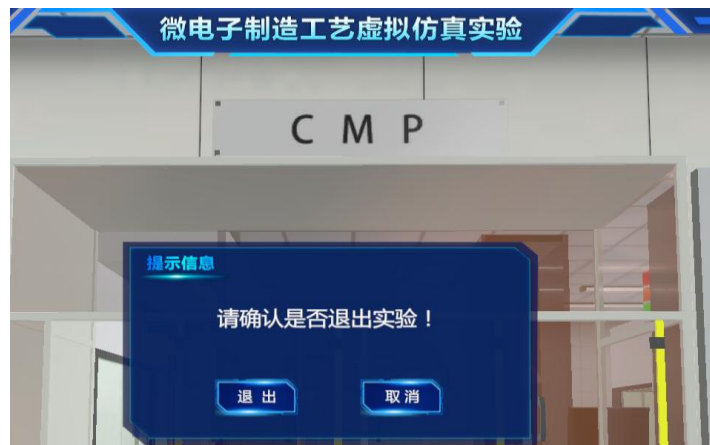

图 10-10 实验结束退出实验
7) 结束实验：请继续进行其他实验项目。退出实验时，保存该实验数据记录，实验结束退出实验界面如图 10-10 所示。